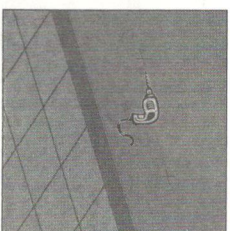

Fig. 2
2. Taladrar en las marcas y colocar el taco. (fig. 2)